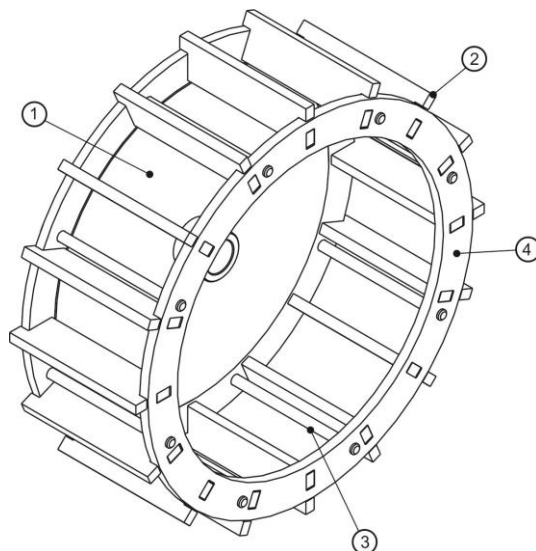

Рис.9
Делительный ротор (Рис.9) состоит из: диска (1) с прямоугольными пазами и сварной втулкой, сменных лопастей (2), кольца (3) с прямоугольными пазами, стяжных болтов (4).